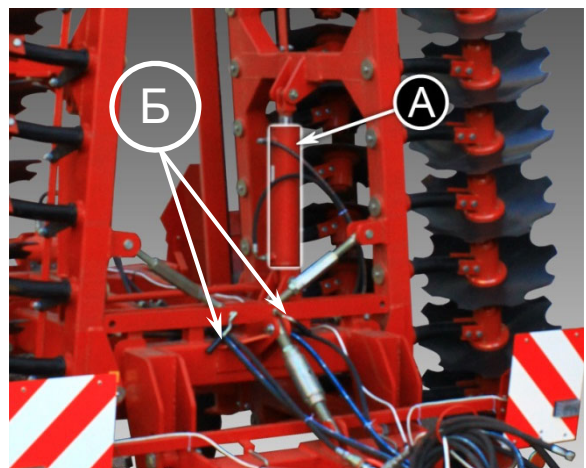

Рисунок 4. Секції в транспортному положенні
5. За допомогою гідравлічної системи переведіть обидві секції в транспортне положення (штоки гідроциліндрів підйому секцій повністю стиснуті (рисунок 4, поз. А).
6. З отворів в передній частині рами витягніть два пальці (див. рисунок 4, поз. Б) талрепів для фіксації секцій в транспортному положенні.